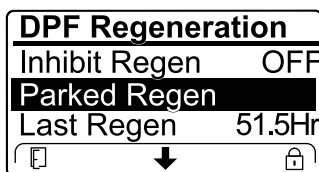

Figure 51
- Si le calculateur moteur demande une régénération d'urgence ou est en train d'en exécuter une, et que vous naviguez jusqu'à l'option PARKED REGEN (régén. en stationnement), la régénération en stationnement se bloque et l'icône de blocage (Figure 51) apparaît en bas à droite de l'InfoCenter.